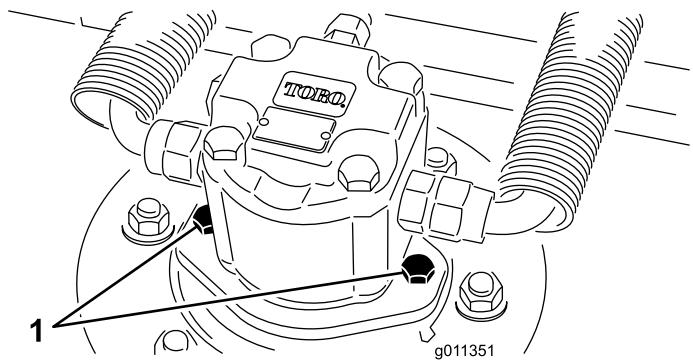

Рисунок 79
2. Отсоедините и снимите гидромотор с режущего блока (Рисунок 79). Накройте верхнюю часть шпинделя для предотвращения загрязнения.
- Установите гидромотор на режущий блок (Рисунок 79). Убедитесь, что уплотнительное кольцо находится в штатном положении и не повреждено.